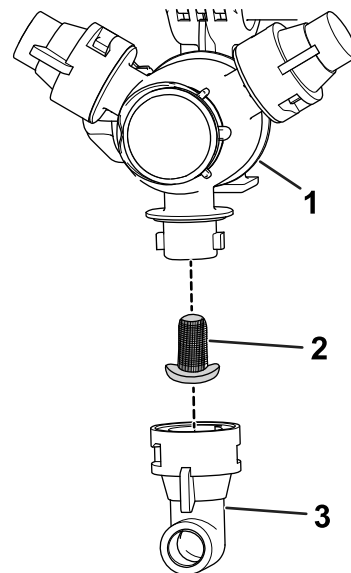

Figura 31
2. Retire o bico da cabeça de pulverização (Figura 31).
3. Retire o filtro do bico (Figura 31).
5. Instale o filtro do bico (Figura 31).
6. Instale o bico na cabeça de pulverização (Figura 31).